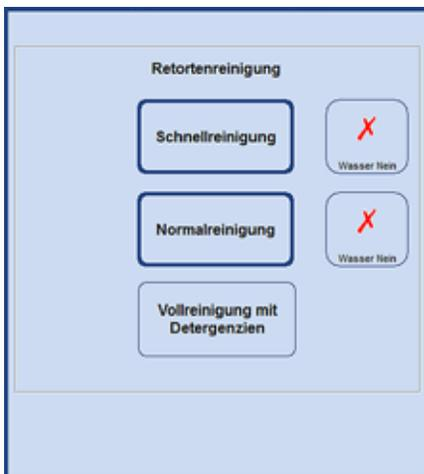

Abb. 220
- Um den Wasserschritt zu wählen, die Taste **WASSER JA/NEIN** drücken, so dass ein grünes Häkchen erscheint (Abb. 218/219). Der Wasserschritt wird immer als dritter Schritt im Reinigungsprogramm ausgeführt, also nicht zusätzlich zu dem in Abb. 220 gezeigten Reinigungsprogramm.